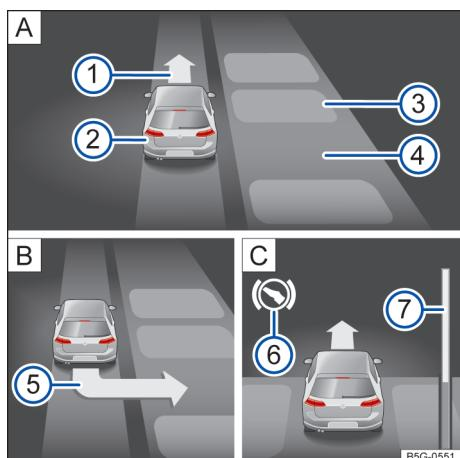

Fig. 164 No display do instrumento combinado: entrar na vaga de estacionamento transversalmente à pista.
Legenda para → Fig. 164:
- Observar a solicitação para entrar na vaga no display do instrumento combinado → Fig. 164 (5).